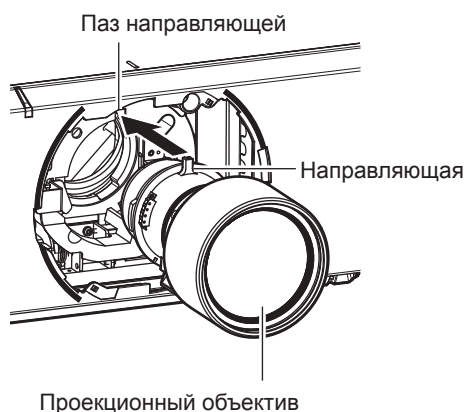

Рис. 1
- 1) Снимите Крышка оправы объектива, выровняйте направляющую проекционного объектива по пазу направляющей на проекторе и вставьте объектив до упора. (Рис. 1)